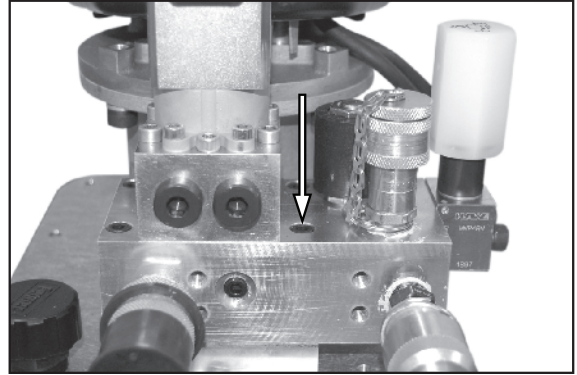

Abbildung 61.
4. Siehe Abbildung 61. Die vier Ventilblockbaugruppenschrauben entfernen und Ventilblockbaugruppe entfernen.